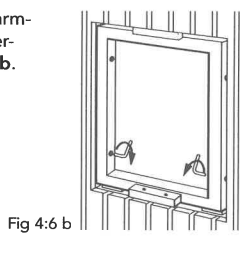

Fig 4:6 b
7. Skruva med insexnyckel ut de **övre** karmhylsorna, så att de ligger an mot fönsterhålets väggssidor, se fig. 4:7 a och 4:7 b.